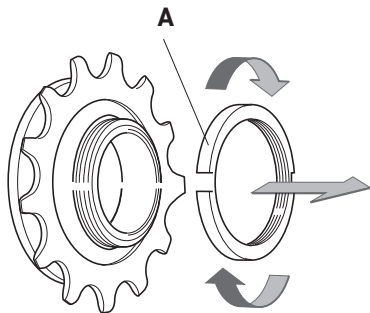

図10
- ・ ロック・ナット (A - 図10) を時計回りに回し、ハブから取り外します。